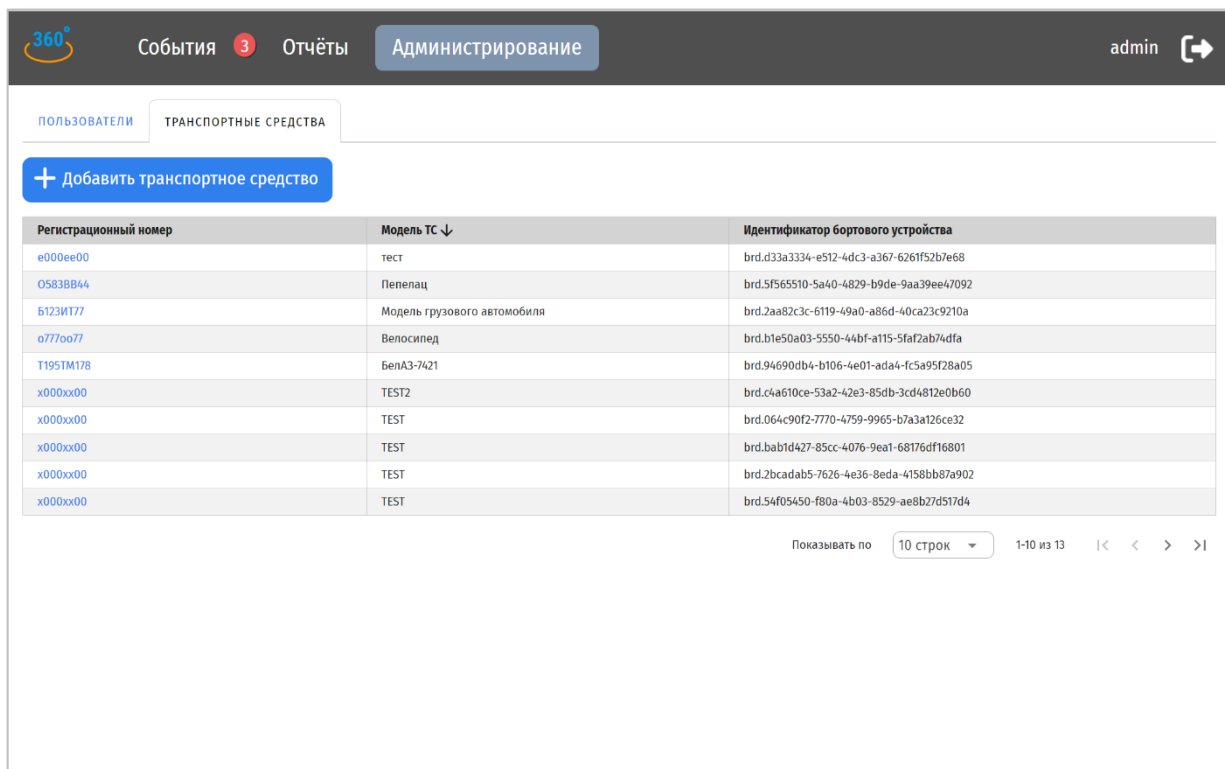

Рисунок 14 — АРМ Оператора. Раздел «Администрирование. Транспортные средства»
- б) «Транспортные средства» (см. рисунок 14):